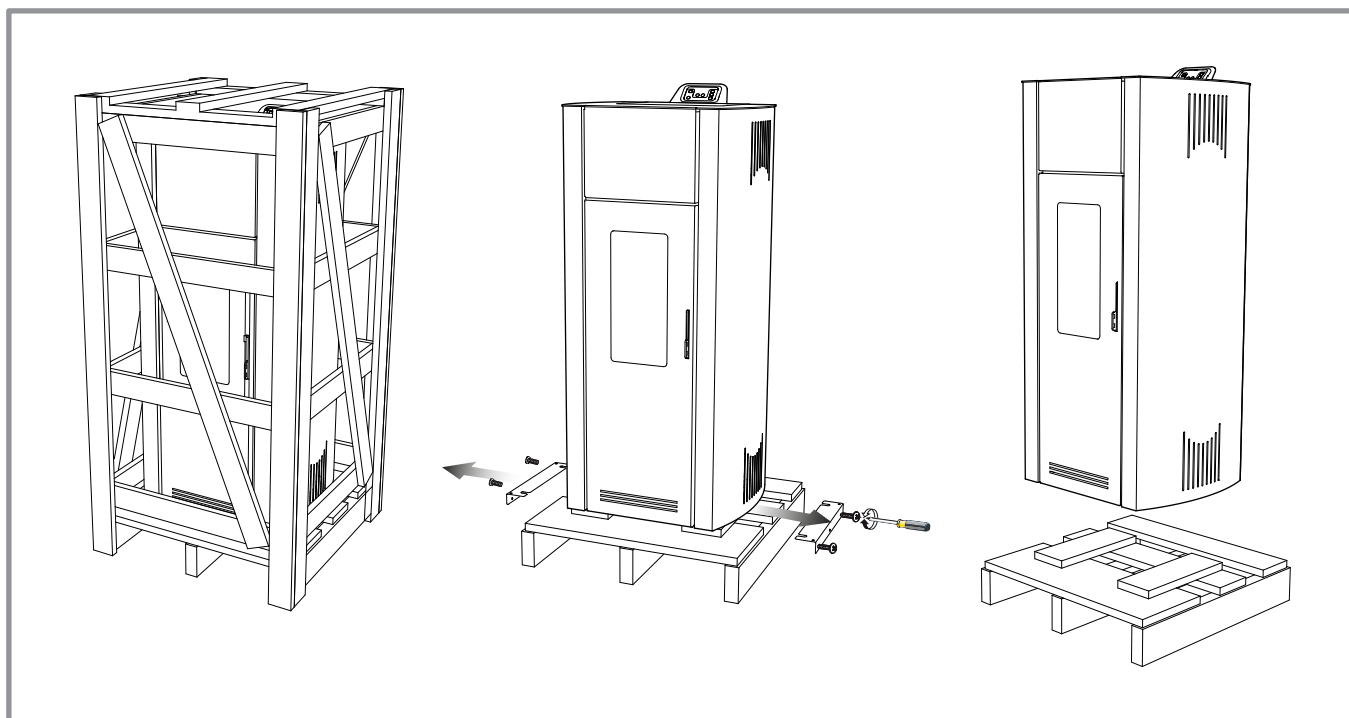

figure 5 - Déballage de l'appareil
- Déposer le poêle de la palette (voir figure 5, page 10).